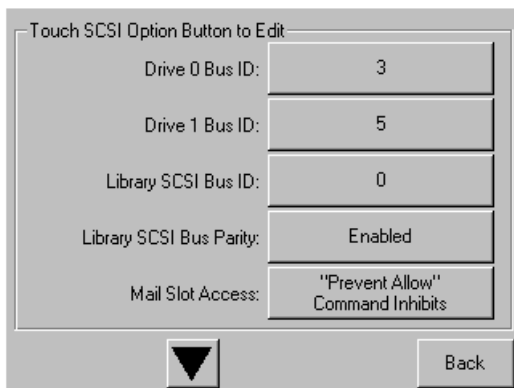

Figura 3-4: Schermata con il campo dei dati relativi all'ID del bus dell'unità 0 (modello MSL5026)
- d. Per confermare, sfiorare OK. Un nuovo ID SCSI viene ora visualizzato nel campo dei dati Drive 0 Bus ID (vedere la Figura 3-4).